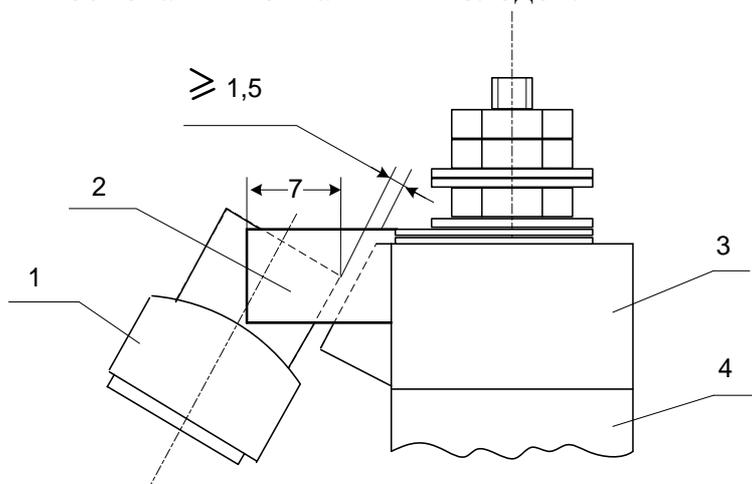

Рис.2. Схема расположения ножа относительно контактной колодки:
- глубину врубания ножей в контактные пружины (см. п.7.1.3 и рис. 2) пластмассовой прозрачной линейкой;
- наличие зазора между ножом и изолирующей колодкой при крайних положениях ножа (см. п. 7.1.3 и рис. 2). При врубании контактные ножи не должны ударять в основания контактных колодок.